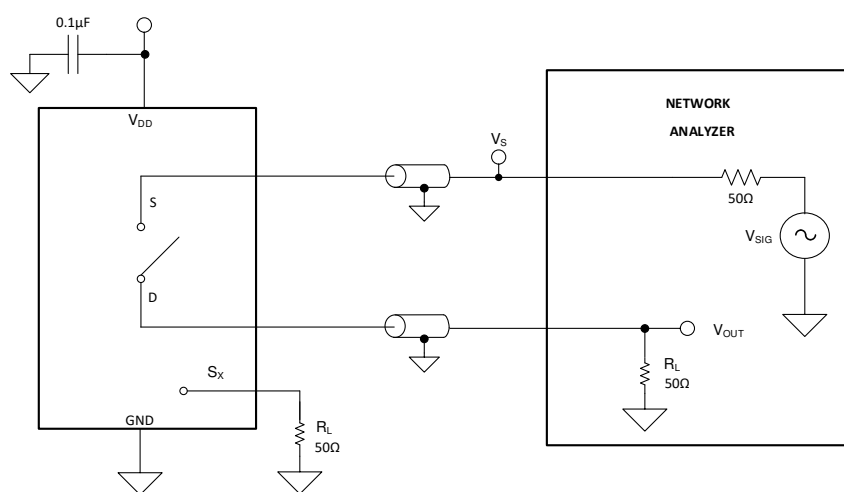

図 7-8. オフ絶縁測定時の設定
オフ絶縁は、オフチャネルのソース ピン (Sx) に信号が印加された場合に、そのデバイスのドレイン ピン (D) に現れる信号の比率として定義されます。図 7-8 に、測定を行う際の設定と、絶縁を計算するための式を示します。